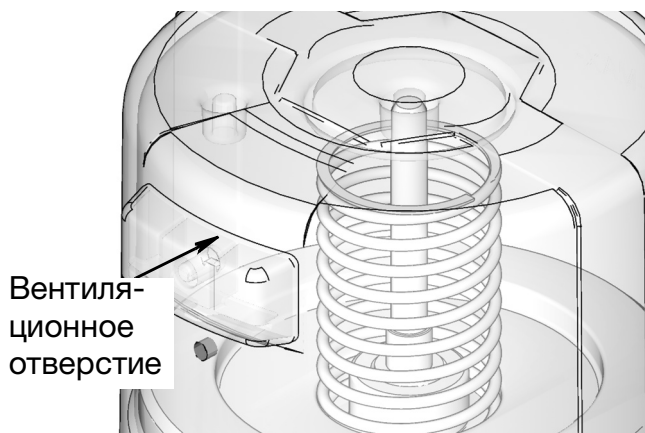

Рис. 13
3. Заправляйте смазку в резервуар до тех пор, пока следящая пластина не откроет вентиляционное отверстие (Рис. 13) и из резервуара не выйдет большая часть воздуха.